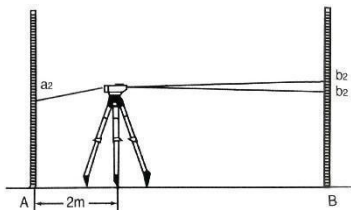

图 13
- (2) 将仪器移至距标尺 A 约 2 米处，读数分别为 a_2 、 b_2 。(图 13)
- (3) 计算 $b_2' = a_2 - (a_1 - b_1)$ ，如果 $b_2' = b_2$ 说明视线水平无需校正。